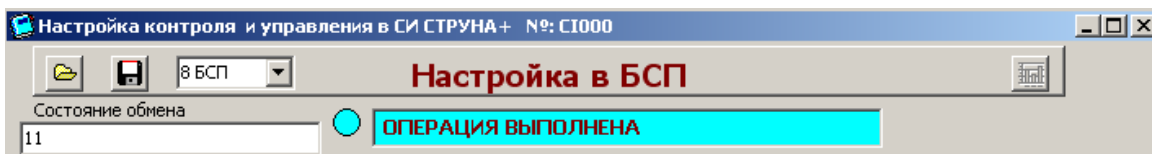

Рисунок 4.35
4.6.7.4 При успешной записи на верхнем табло появится надпись «ОПЕРАЦИЯ ВЫПОЛНЕНА» (рисунок 4.35).
4.6.8.3 При успешном чтении на верхнем табло появится надпись «ОПЕРАЦИЯ ВЫПОЛНЕНА» (рисунок 4.35).